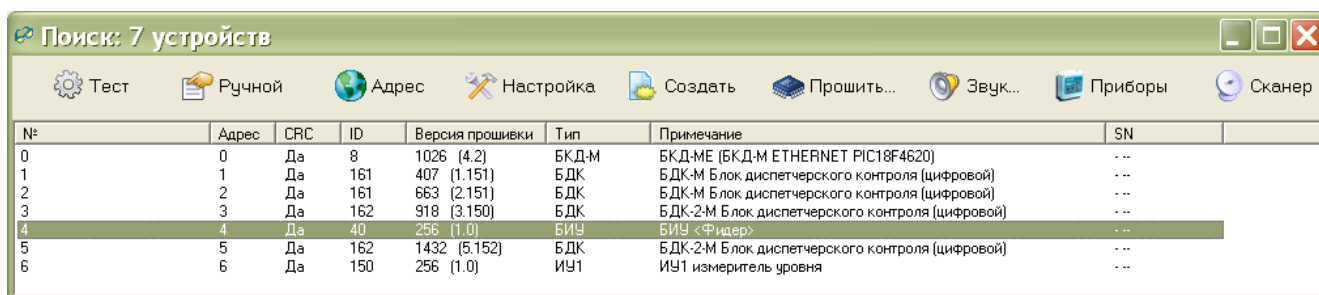

Рисунок 11
Выполнить команду поиска устройств «БКД/Поиск устройств...». В открывшемся окне «Поиск» выбрать строку с требуемым БИУ, нажать на кнопку «Адрес» (рисунок 11).
Выполнить команду поиска устройств «БКД/Поиск устройств...». Для обновления программного обеспечения следует в окне «Поиск» выбрать строку с требуемым БИУ, нажать на кнопку «Прошить...» (рисунок 11).
3) Выполнить поиск блоков в сервисной программе RASOS (рисунок 11).
- 3) Выполнить поиск блоков в сервисной программе RASOS (рисунок 11). Проверить что найден блок БИУ.